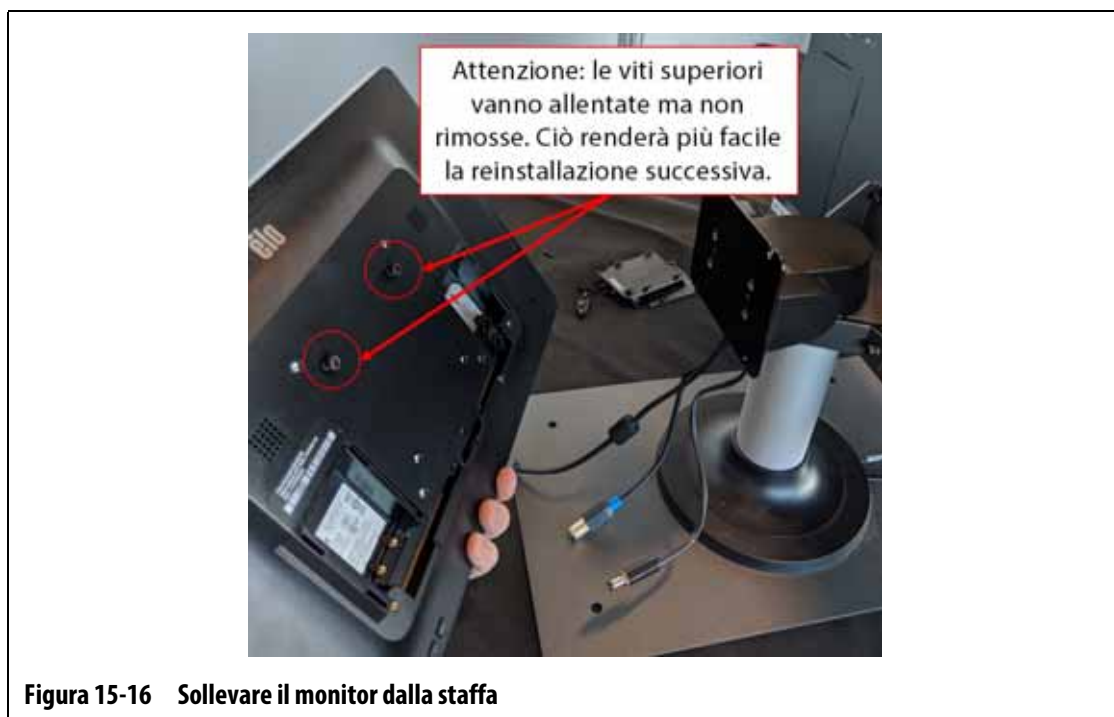

Figura 15-16 Sollevare il monitor dalla staffa
13. Tenere saldamente il monitor a sfioramento e farlo scorrere verso l'alto fino a quando le viti avranno liberato le fessure di montaggio superiori; tirare in avanti per rimuovere il monitor a sfioramento dalla staffa di montaggio. Consultare la Figura 15-16.